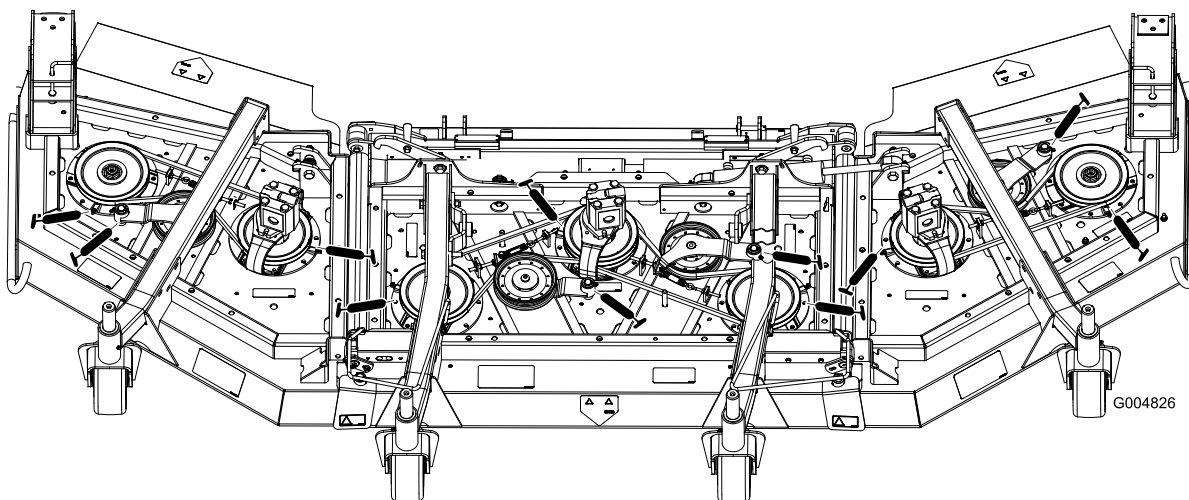

図 41
- スピンドルのシャフトのベアリング3ヶ所プーリの下 (図 41)
- アイドラアームのピボットブッシュ2ヶ所 図 41